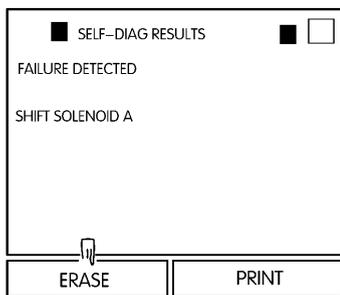

图 4-81 触摸“清除”键
(1) 修理结束后，如果点火开关在“ON”，应立即将其转至“OFF”位。至少等待 3s 然后再转至“ON”。
(2) 打开诊断仪，触摸“A/T”键。
(3) 触摸“自诊断结果”键。
(4) 触摸“清除”键(图 4-81)。